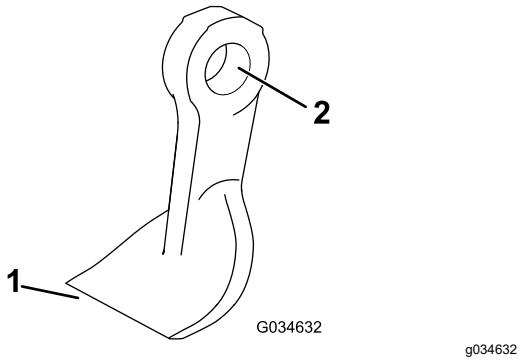

Bild 78
4. Prüfen Sie jedes Messer auf Beschädigungen und achten Sie besonders auf die Befestigungen, die Schnittkante und die Befestigungslöcher (**Bild 78**). Ersetzen Sie beschädigte Messer und Befestigungen.